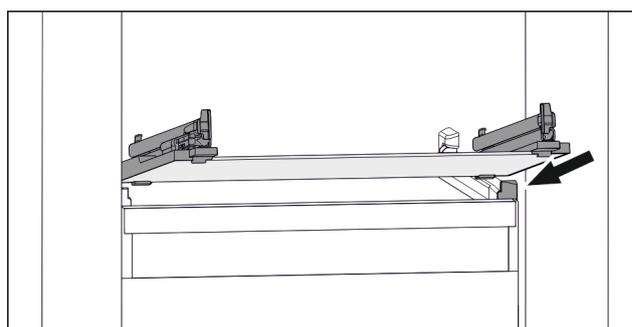

Fig. 103 Rappresentazione esemplificativa del ripiano in vetro
- ▶ Applicare il ripiano in vetro obliquamente dietro i fermi. (vedere Fig. 103)